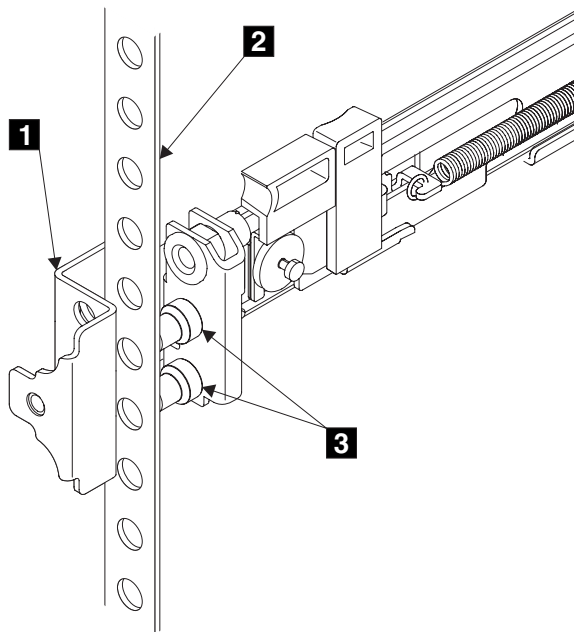

図 128. レールのフロントエンドの取り付け
6. 左レールの前面の端をラック・キャビネットにはめる。前面ブラケットの上端 **1** (図 128) が、ラック上の必要な EIA マーキングに合うように調整します。